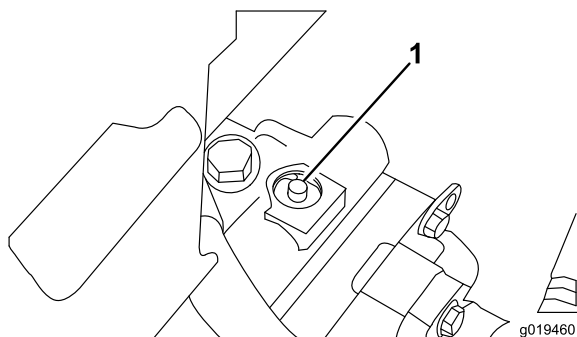

Bild 40
1. Das Sicherheitsventil befindet sich oben an der stufenlosen Pumpe (Bild 40). Drehen Sie das Ventil um 90 Grad, um es zu öffnen, damit Öl intern umgelenkt wird. Weil das Öl abgelenkt wird, lässt sich die Maschine ohne Schäden am Getriebe langsam bewegen.